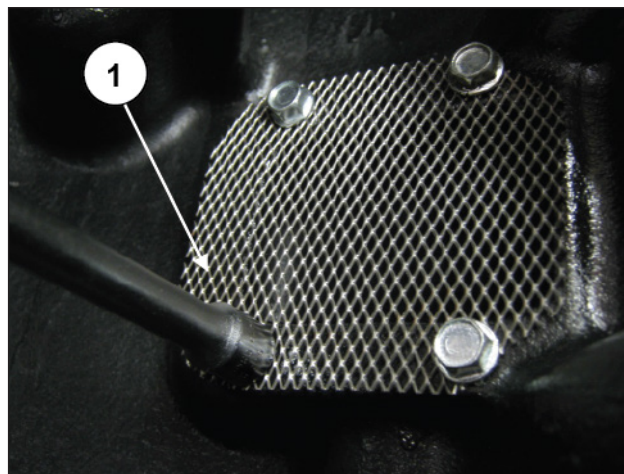

Fig. 68
Fixer la rétine du filtre à huile sur le carter arrière avec quatre vis M6 (rep. ①, Fig. 68).